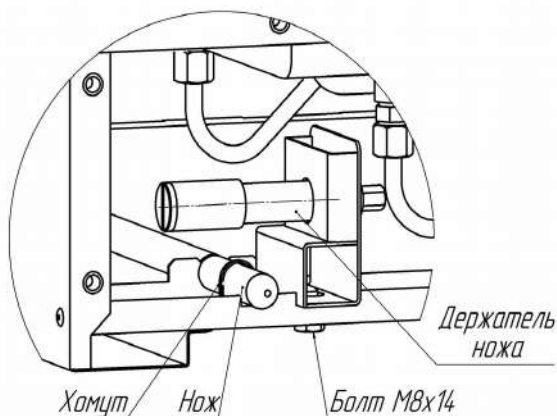

Рис. 1
- 5.2 Срежьте крепежный хомут и выньте нож из корпуса установки (рис.1).
- 5.3 Открутите болт М8х14 и выньте держатель ножа (рис.1).